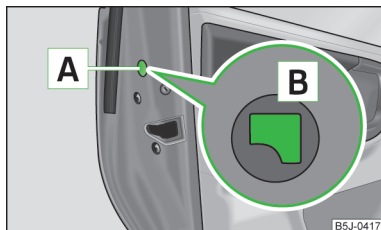

Fig. 31
- Smontare la mascherina **A** » fig. 31.